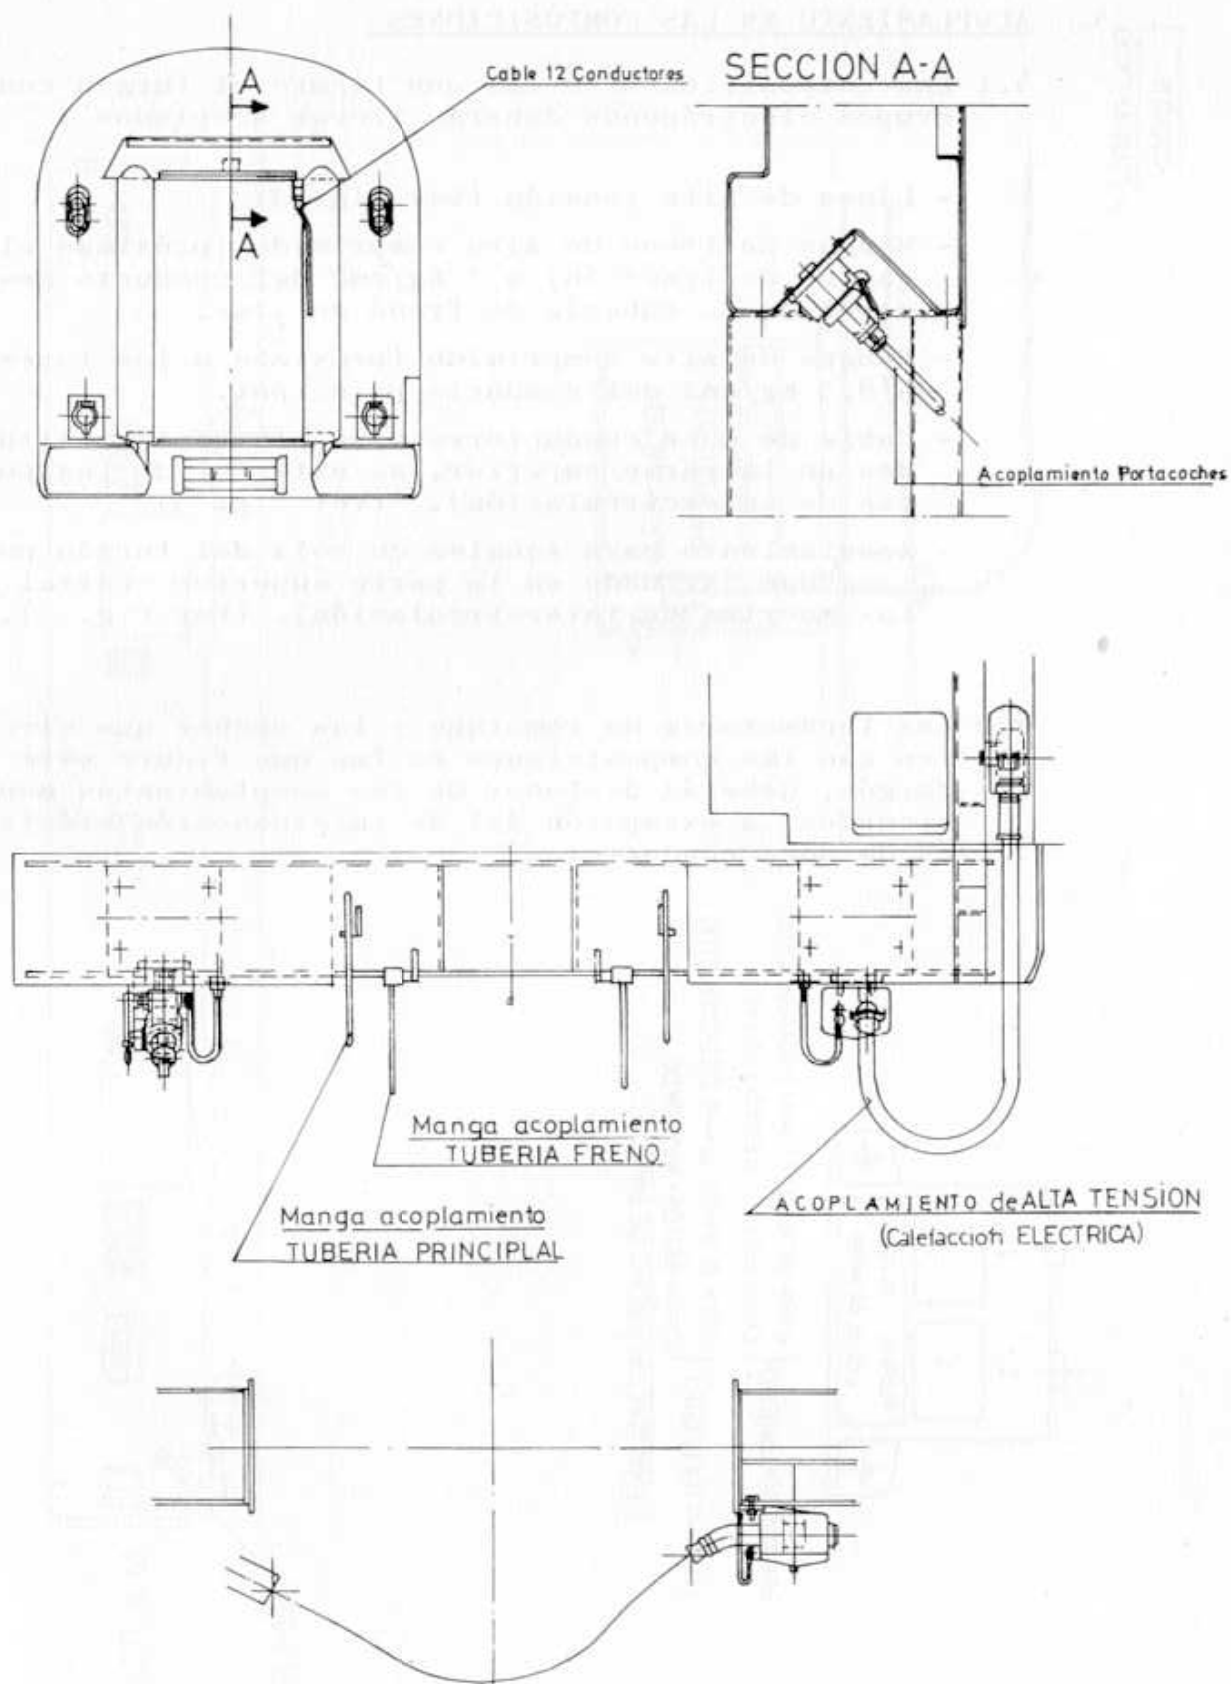

Fig. 3
- Línea de alta tensión (Ver fig. 3)
- Cable de doce conductores y acoplamientos (situados en la parte superior, al exterior de las puertas de intercirculación). (Ver fig. 3)
- Acoplamiento para señales de cola del furgón portacoches (situado en la parte superior central de las puertas de intercirculación). (Ver fig. 3).